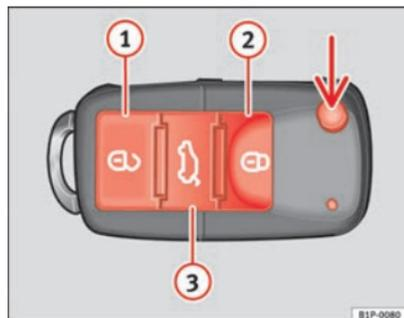

Fig. 43 Botões da chave com telecomando
Com o botão ⇒ fig. 43 (seta) do comando, destranca-se o palhetão da chave.
Destrançagem do veículo ⇒ fig. 43 ①.
Trancagem do veículo ⇒ fig. 43 ②.
Destrançagem do porta-bagagens. Pressione o botão ⇒ fig. 43 ③ até que todos os indicadores de mudança de direção do veículo pisquem durante breves segundos. Ao premir o botão de destrancagem ③, dispõe de 2 minutos para abrir o porta-bagagens. Uma vez decorrido este tempo, será novamente trancado.
- Pressione o botão  **2** ⇒ página 81, fig. 43 do comando à distância.
- Pressione o botão  **1** ⇒ página 81, fig. 43 do comando à distância.
Para alterar o estado de trancagem/destrancagem, accione o botão  ou a tecla  ⇒ página 81, fig. 43 da chave do comando à distância.